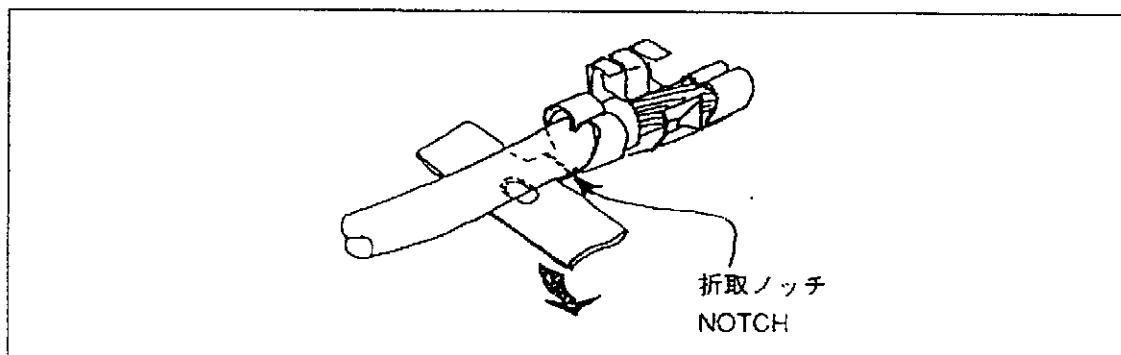

Fig. I-4
8. FIG.I-4の様に端子のキャリア部を折り取って下さい。
8. Break away CARRIER from the contact.(see FIG.I-4)